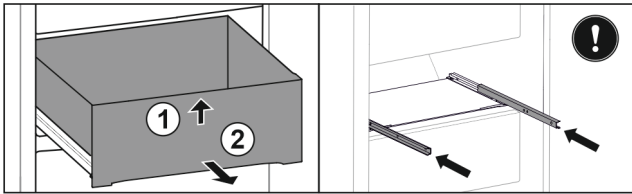

Fig. 51
- ▶ Підняти висувний ящик спереду. Fig. 51 (1)
- ▶ Вийняти висувний ящик рухом вперед. Fig. 51 (2)